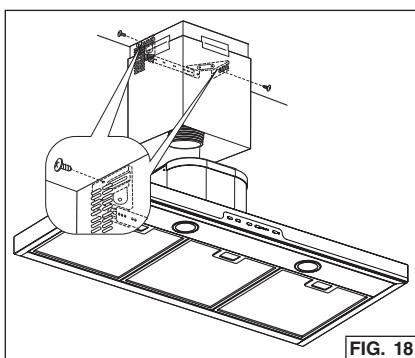

FIG. 18
6. Mettez le carneau en position. Fixez le carneau supérieur au support de montage du carneau avec 2 vis de 3,9 x 6 mm. Fig. 18.